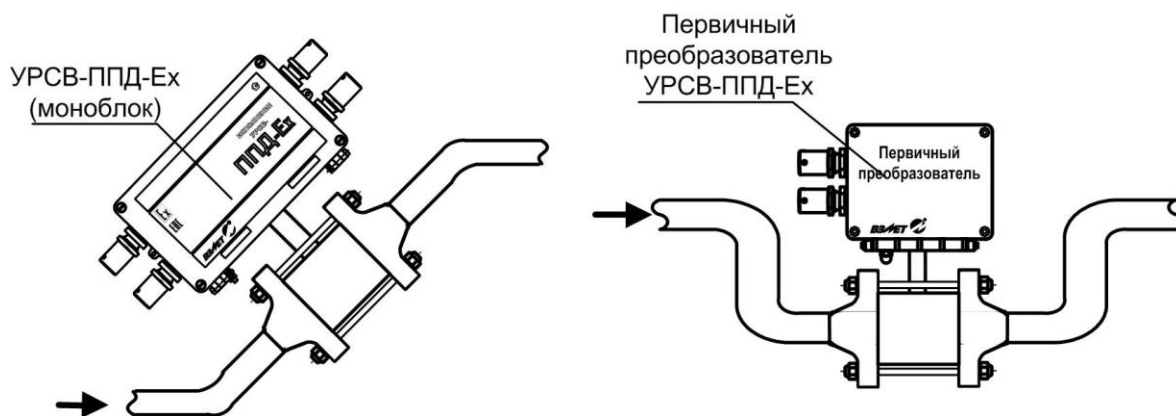

Рис.7 - Рекомендуемые места установки ИУ расходомера на трубопроводе.
- в месте установки в трубопроводе не должен скапливаться воздух – ИУ расходомера не должен располагаться в самой высокой точке трубопровода, а также в трубопроводе с открытым концом; наиболее подходящее место для монтажа (при наличии) – нижний либо восходящий участок трубопровода (рис.7);